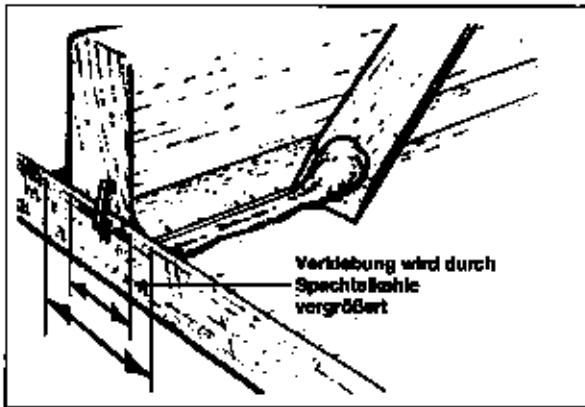

Abb. 8-9 Streichen Sie das Epoxidharz außerhalb der Spachtelkehle ab, bevor es geliert. Beachten Sie die Vergrößerung der Klebefläche durch die Spachtelkehle.
4. Das seitlich abgequetschte Harz entfernt man mit einem angeschärften Hölzchen oder ein Spachtelmesser (Abb. 8-9). Glasgewebe oder -bänder kann man jetzt direkt auflegen, noch bevor die Kehle härtet (oder nach dem Aushärten mit Zwischenschliff).